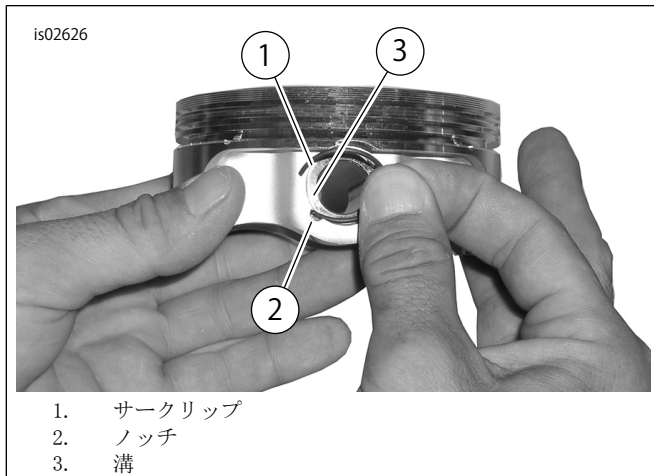

図3.サークリップおよびピストン
- 「図3」を参照。サークリップ(1)の開いた方をピストンピン突起周囲の溝(3)のノッチ(2)に挿入し、ギャップが12時または6時の位置にくるようにします。